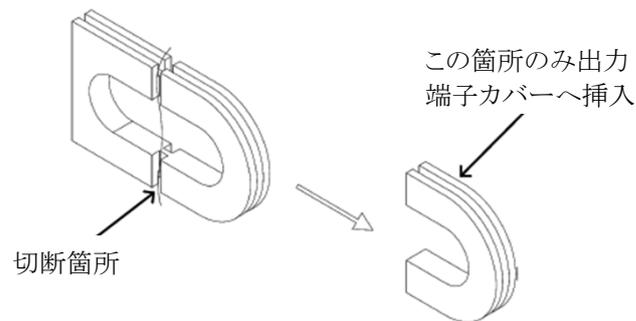

図4-26 プラスチックプロテクターの切断方法
4. 図4-26に示すようにプラスチックプロテクターを切断します。
切断したプラスチックプロテクターのうち、図4-26に記載のある箇所のみ出力端子カバーへ挿入します。
線径の太い負荷線が必要な場合は、図4-26のようにプラスチックプロテクターを切断し切断箇所のみ使用ください。